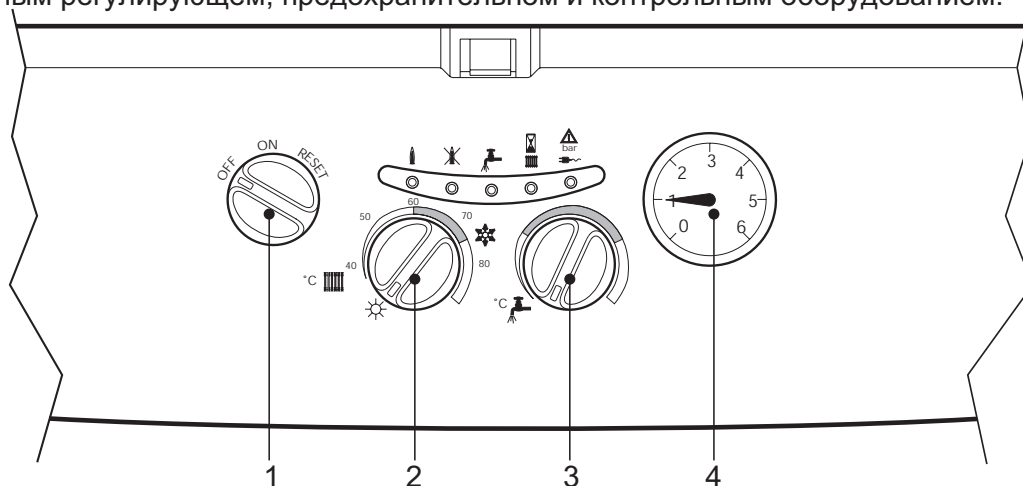

Рис. 12
### "ЗИМА" (рис. 12)
### "ЛЕТО" (рис. 12)
Повернуть коммутатор (рис. 12 - дет. 1), на позицию ON.
После этого необходимо выбрать режим работы котла: отопление и ГВС или только ГВС. Если выбран первый режим работы: отопление + ГВС, установить ручку 2 (рис. 12) на позицию ЗИМА в соответствующее значение выше 50°C и термостат помещения на необходимое значение. После этого горелка загорится, и котел будет работать в автоматическом режиме, контроль выполняется регулировочными и предохранительными приборами.
Если же выбран второй режим работы: только ГВС, установить ручку 2 (рис. 12) на позицию ЛЕТО. С этого момента котел готов к автоматической работе.
**Nota** - Если же после правильно выполненных операций включения горелка не включается, а лампа блокировки загорается, необходимо подождать 15 секунд и с силой повернуть ручку 1 (рис. 12) на позиции RESET и отпустить. Восстановленный блок повторит цикл зажигания. Если же после второй попытки горелки не включаются следует обратиться к параграфу "Возможные неисправности".
Регулировка температуры воды отопления выполняется путем поворота специальной ручки (рис. 12 - дет. 2). При повороте ручки по часовой температуре воды отопления увеличивается, против часовой стрелки - уменьшается. Температура может быть варироваться от минимального 35° до максимального 85°. Рекомендуем не эксплуатировать котел при температуре ниже чем 45°.